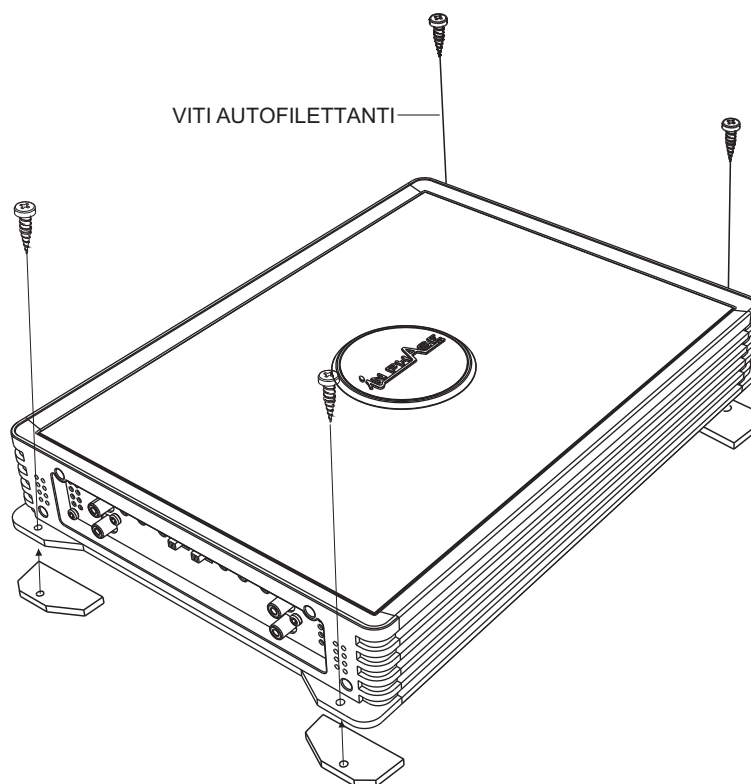

FIG. 1
1. Dopo aver letto le precauzioni, decidere dove installare l'apparecchio. Vedere anche la Fig. 1.